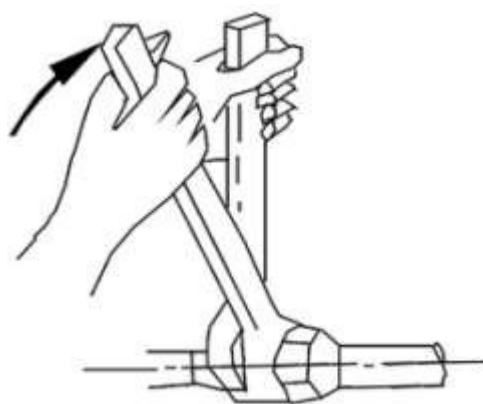

Figura 7
- Ao conectar os tubos de entrada e saída de água, use duas chaves de tubos para ajustar as duas peças da tubagem e certifique-se de que os tubos de entrada e saída de água não ficam tortos (consulte a Figura 7).